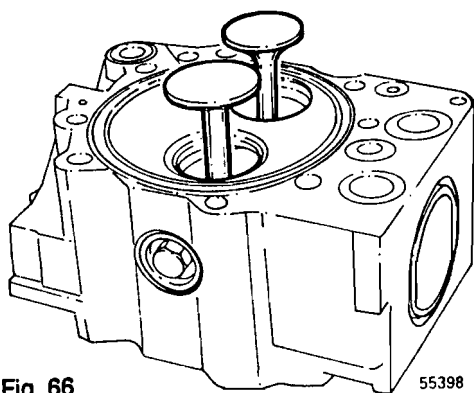

Fig. 66
- 1 Quitar el espárrago del yugo de los inyectores y colocar la culata sobre una base plana de forma que descansa sobre las guías, véase fig. 66.